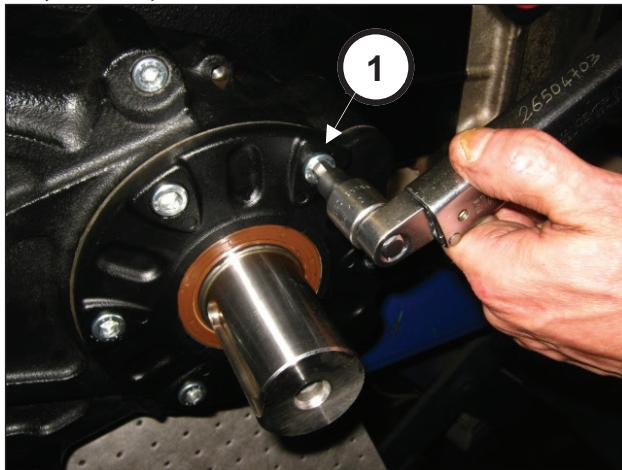

Рис. 82
Затяните 6 винтов M10x25 (поз. ①, Рис. 82).